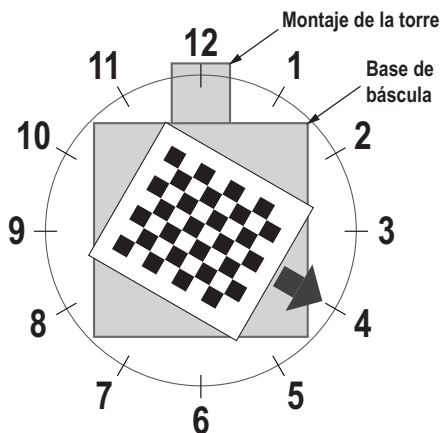

Figura 5-4. Gire a las 4 en punto
5. Alinee el objeto de calibración para que las cruces estén centradas. Gire el objeto de calibración a las 4 en punto con el conjunto de la torre a las 12 en punto (Figura 5-4).